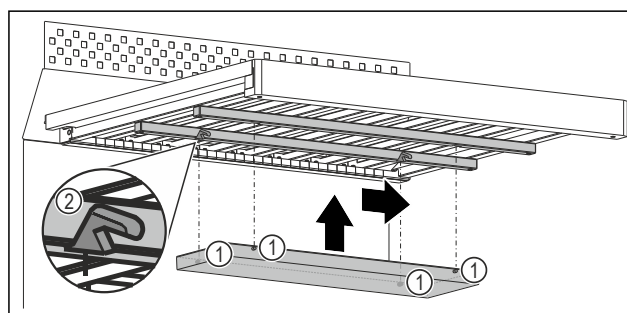

Fig. 159 Voorbeeldweergave
- Elke tuit Fig. 159 (1) in de betreffende uitsparing Fig. 159 (2) tegen de lijsten onder het houten rooster schuiven.